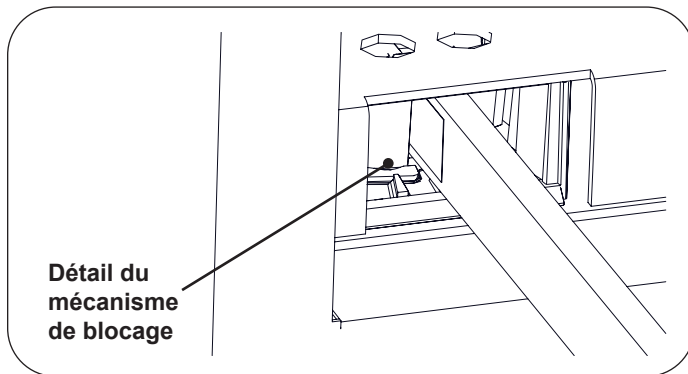

Figure 32. Mécanisme de blocage de l'étrier
2. Une fois dans la position souhaitée, rabaisser l'étrier pour engager le mécanisme de blocage latéral (Figure 32 et Figure 33).